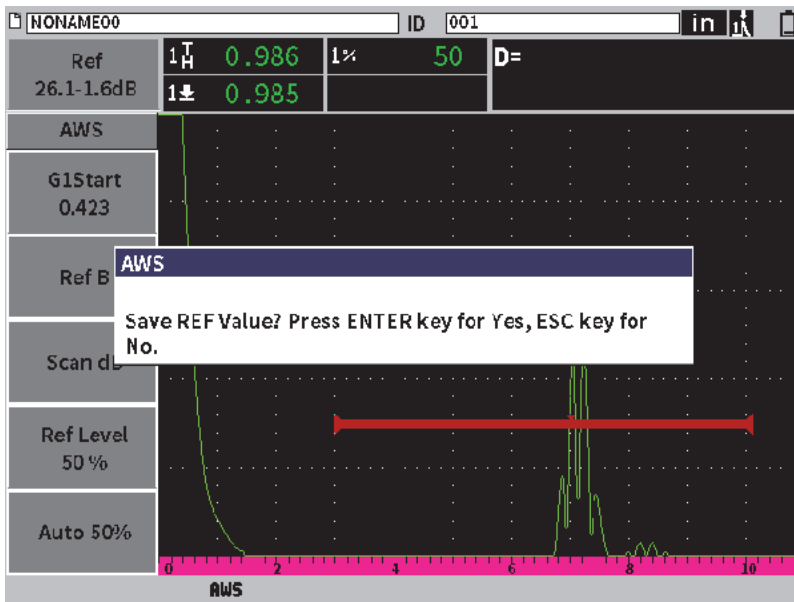

Figura 11-26 Finestra di dialogo del valore Rif. B AWS
9. Premere il tasto Tab per evidenziare **Rif. B** ed in seguito premere il tasto Invio per definire un valore **Rif. B** per iniziare l'ispezione con AWS (vedere Figura 11-26 a pagina 210).